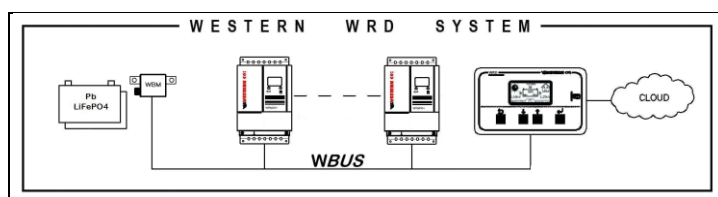

Fig. 3 Schema esemplificativo del WESTERN WRD SYSTEM
- 2) **Attesa (~30 sec.) fino a che sul display scompaia l'animazione dentro l'icona di batteria (fig. 3 - indicatore corrente di ricarica)**